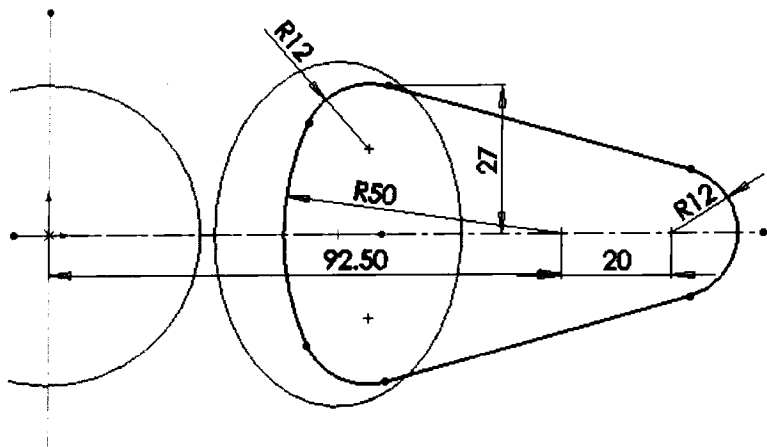

图 1-8 草图 4
⑧ 创建草图 4。在特征管理器设计树中选择“上视基准面”作为草图绘制平面，单击（草图绘制）工具，再单击草图工具栏中的（中心线）工具、（三点圆弧）工具、（直线）工具绘制草图。单击尺寸/几何关系工具栏中的（智能尺寸）工具标注尺寸，单击（添加几何关系）工具，添加各圆弧间及圆弧与直线间的相切关系，绘图结果如图 1-8 所示。单击（退出草图）图标，完成草图 4 的绘制。